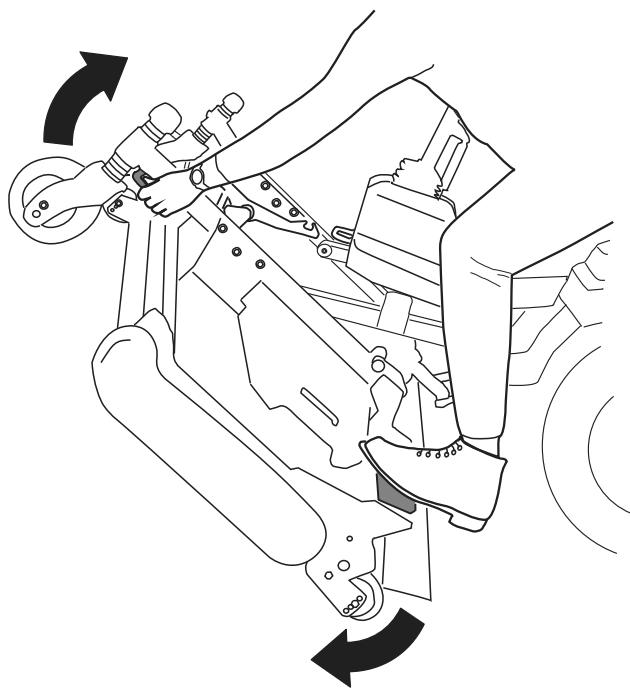
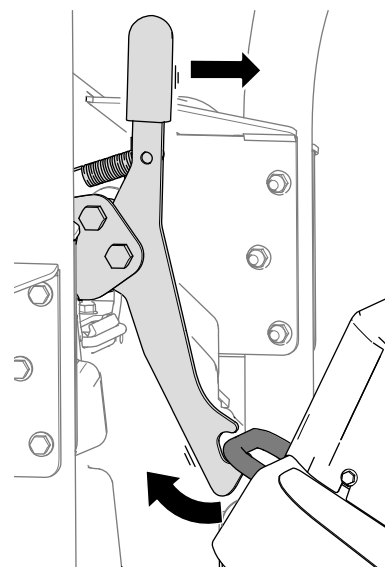
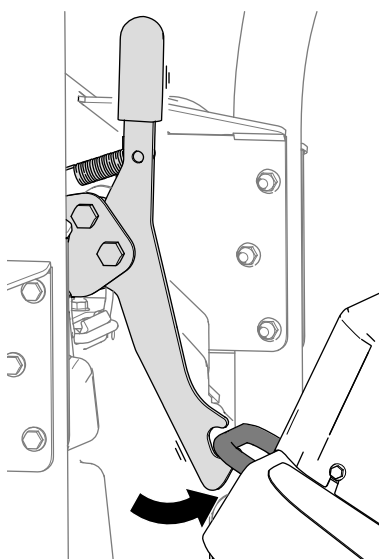

Figure 36
Figure 38
Figure 37
5. Tournez l'unité de coupe (Figure 36) de sorte que le verrou s'enclenche sur l'anneau d'arrimage (Figure 37).
1. Dégagez le verrou de l'unité de coupe de l'anneau d'arrimage (Figure 38) en faisant pivoter légèrement l'unité de coupe vers l'avant (voir Figure 36) et en tirant la poignée de verrouillage vers l'avant.